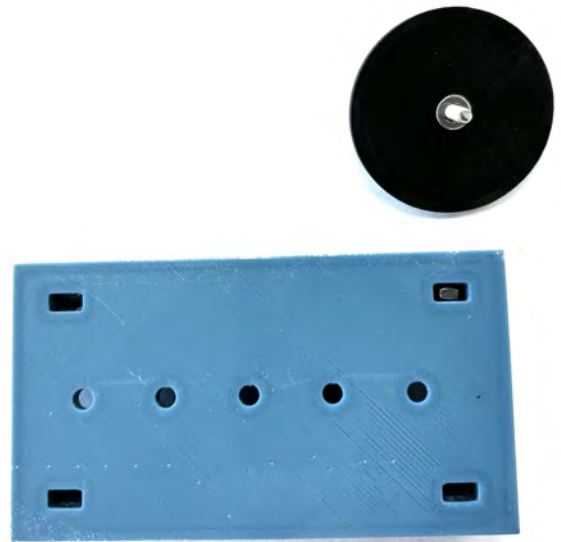

Abb. 5: In die Taschen des Chassis werden Muttern gesteckt, an die dann jeweils die Räder geschraubt werden.
- (3) Die Mutter wird in die Tasche des Chassis gesteckt (Abbildung 5). Die Schraube wird anschließend mit dem Inbusschlüssel angeschraubt. Ziehe die Schraube mit dem Anschlagsschlüssel schrittweise und vorsichtig fest. Die Schraube wird beim An-